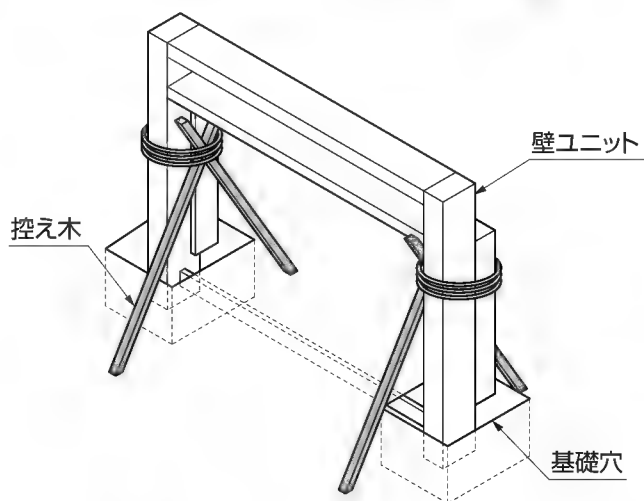

図4-1
- ①基礎穴に壁ユニットを立てて、控え木等で壁ユニットが倒れないように固定してください。(図4-1参照)